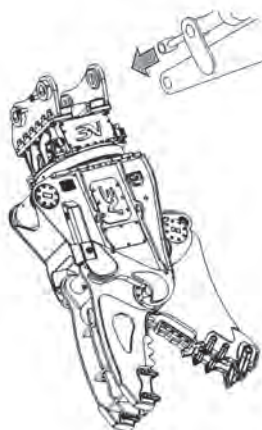

Рис. 4.4.1
- Подведите машину на близкое расстояние и вставьте рычаг внутрь фитинга гидроножниц (Рис. 4.4.1).